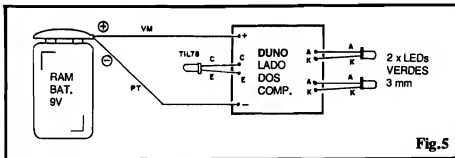

Fig.5
- FIG. 5 - CONEXÕES EXTERNAS À PLACA - Ainda observada pelo seu lado "sem cobre" (face onde ficam os componentes...), a placa agora traz o diagrama de suas conexões externas, que são poucas, mas importantes...